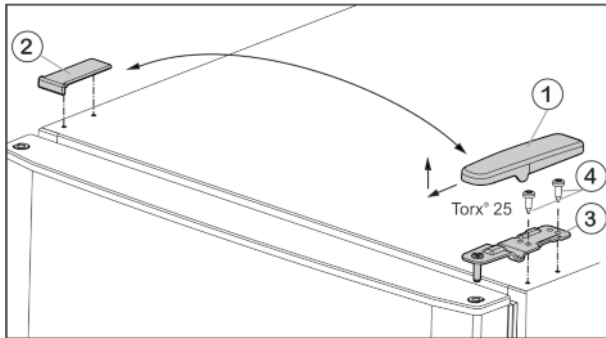

Fig. 5
- ▶ Előre és felfele húzza le a fedelet Fig. 5 (1).
- ▶ Emelje le a fedelet Fig. 5 (2).
- ▶ Csavarozza le az Fig. 5 (3) felső csapágybakját (2 x Torx® 25, Fig. 5 (4)), és felfele húzza le.
- ▶ A felső ajtót helyezze a középső csapágybakra (13).
- ▶ A felső csapágybakot Fig. 5 (3) helyezze a csuklópánt új oldalán az ajtóba.
- ▶ A felső csapágybakot **erősen (4 Nm-es nyomatékkal)** csavarozza fel – (2 db Torx® 25) Fig. 5 (4). Adott esetben használjon akkus csavarhúzót.
- ▶ A fedelet Fig. 5 (1) kívülről helyezze fel az ellenkező oldalra és pattintsa be.
- ▶ A fedelet *Fig. 5 (2)* mindig felülről helyezze fel az ellenkező oldalra és pattintsa be.